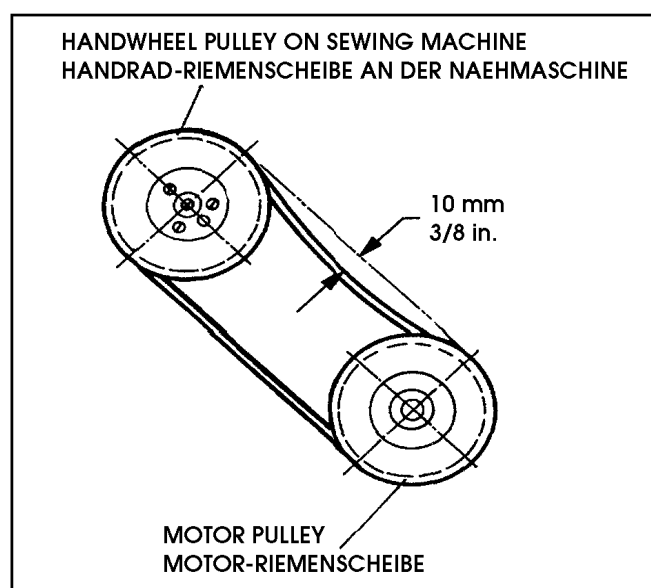

Fig. 2
3. Place the sewing machine on the base plate so that the roll pin (C) in the base plate engages with the right rear hole in the machine base.
4. Fasten the sewing machine with the two T-screws (D) on the base plate.
6. Assemble the handwheel pulley (E) with three countersunk screws (F) to the sewing machine. Pin (G) must engage with the hole in hub (H).
7. Screw in needle bar guard (J).
8. Screw in sight feed oiler (K).
9. Align the handwheel belt guard (L) with the V-belt slot (M) in the table board and with the handwheel pulley and fasten it with two wood screws (N) on the table board.
10. Dismount motor belt guard. Place the V-belt around the motor pulley and slue the motor to tense the belt. The tension on the V-belt is correct, when with moderate finger pressure it will deflect approx. 10 mm (3/8 in.) midway between handwheel pulley on the sewing machine and motor pulley (see Fig. 2). Remount motor belt guard.
3. Coloque la maquina sobre la base, de manera que el pasador de regulación (C) en la placa base, encaje en el hueco derecho trasero de la base de la máquina..
4. Asegure la máquina de coser con los 2 tornillos T (D) en la placa de base.
6. Monte la rueda del volante (E) con los 3 tornillos remache (F) a la máquina de coser. El pasador (G) debe encajar en el hueco dentro de la rueda (H).
7. Atornille la barra de aguja (J).
8. Asegure la aceitera (K).
9. Aline el guarda correa del volante (L) con la perforación para la correa en la mesa (M) y con la rueda del volante y sujételo con los 2 tornillos para madera (N) a la mesa.
10. Desmonte el guarda correa del motor. Coloque la correa en V alrededor del volante y ajuste el motor para tensar la correa. La tensión del la correa en V será lla correcta cuando ejerciendo presión moderada con el dedo ceda en aprox. 10mm (3/8 pulgada) en la mitad entre la rueda del volante en la maquina de coser y la rueda del motor (Ver Fig. 2). Coloque nuevamente el guarda correa del motor.